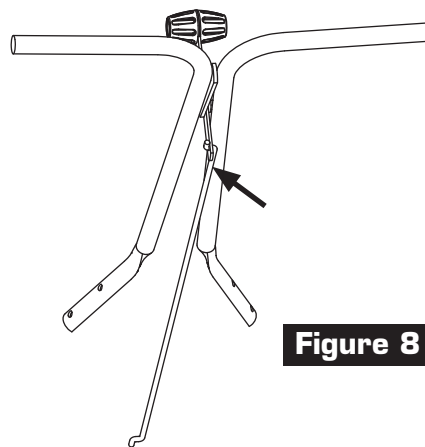

Figure 8
8. Posez la timonerie sur le levier, comme illustré dans la figure 8.